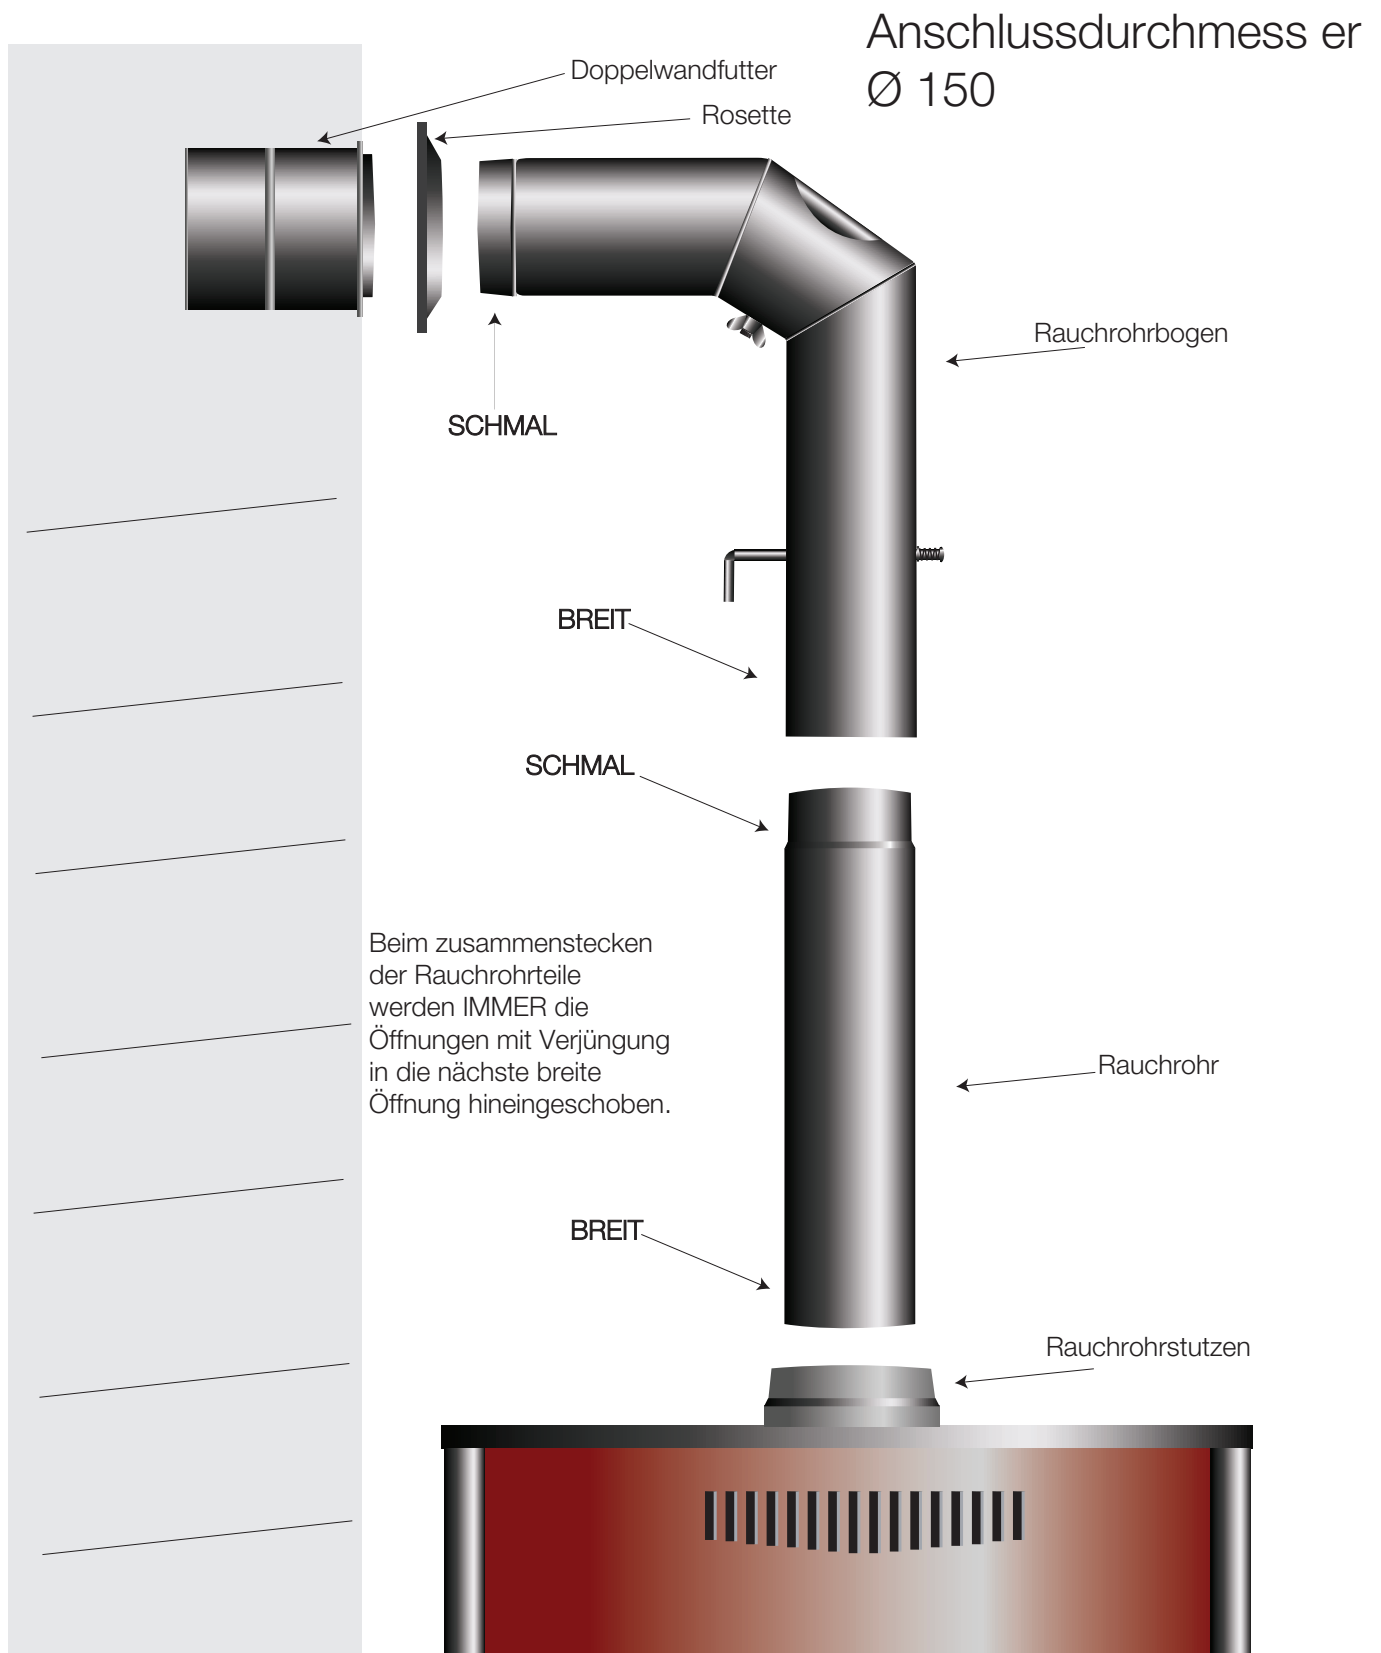

Abbildung 1 Anschluss des Kaminofen an den Schornstein
2. Abbildung 1 Anschluss des Kaminofen an den Schornstein	Seite 5